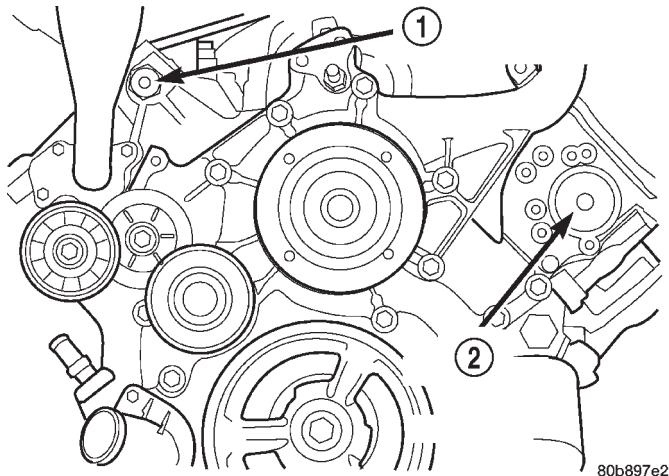

Abb. 53 Verschlussstopfen/Zylinderkopf
(17) Den linken Sekundärkettenspanner ausbauen. Näheres hierzu siehe "Steuerkette und Kettenräder" in diesem Abschnitt.
(18) Verschlussstopfen am Zylinderkopf entfernen (Abb. 53).
(19) Führung der linken Sekundärkette ausbauen. Näheres hierzu siehe "Steuerkette und Kettenräder" in diesem Abschnitt.
(20) Befestigungsschraube des Nockenwellenrads herausdrehen.